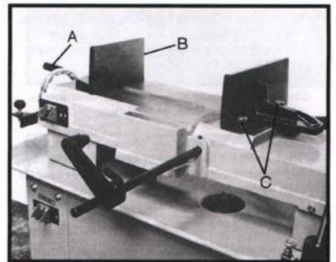

Fig. 9
1. Retirez les assemblages de boulons (C. Fig. 9)
2. Positionnez l'étau et réinstallez les assemblages de boulons comme illustré dans la Fig. 9.